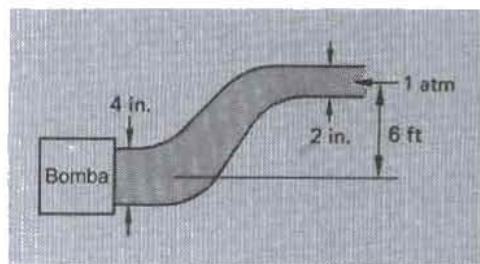

Figura 15-23
- *15-61. El agua de mar tiene un peso específico de 64 lb/ft^3 . Dicha agua se bombea a través de un sistema de tubos (véase la figura 15-23) a razón de $4 \text{ ft}^3/\text{min}$. Los diámetros de los tubos en los extremos superior e inferior son de 4 in y 2 in respectivamente. El agua se descarga en la atmósfera en el extremo superior a una distancia de 6 in por arriba de la sección inferior. ¿Cuáles son las velocidades de flujo en los tubos superior e inferior? ¿Cuáles son las presiones en las secciones superior e inferior?